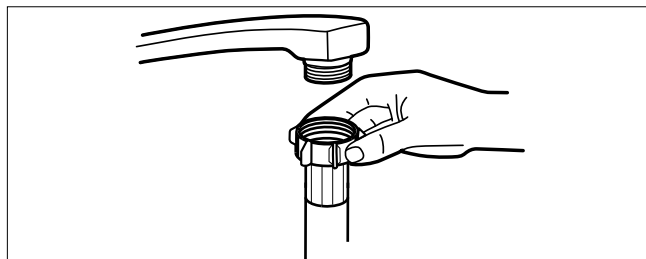

Abb. 5 – Wasserzulaufschlauch anschließen
- Schließen Sie den Wasserzulaufschlauch (25) an einen Kaltwasserhahn mit 3/4" Gewinde an (siehe **Abb. 5**).